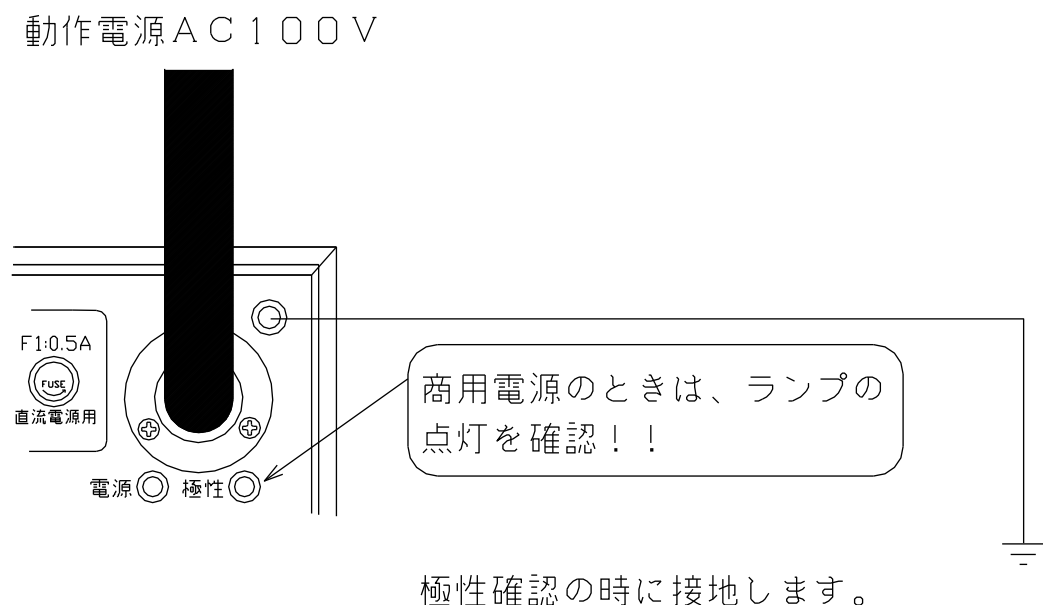

図4：電源の極性確認方法
5. 試験装置の電源スイッチが“OFF”になっていることを確認し、電源コネクタに試験用電源(AC100V)を入力します。商用電源を使用する場合は、接地端子を接地し、極性ランプが点灯する方向へ電源プラグの向きを合わせて下さい。(図4)